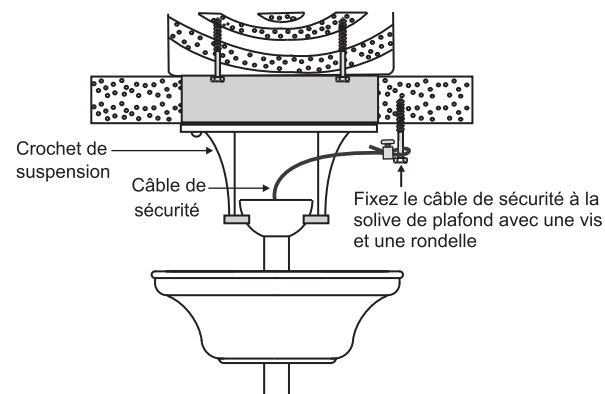

Fig. 11
Étape 1. Fixez la vis à bois et les rondelles fournies à la solive du plafond à côté du support de montage sans serrer (Fig. 11)